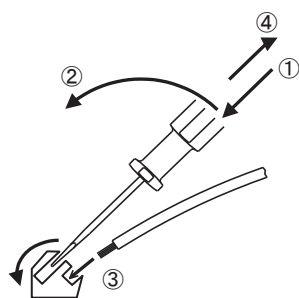
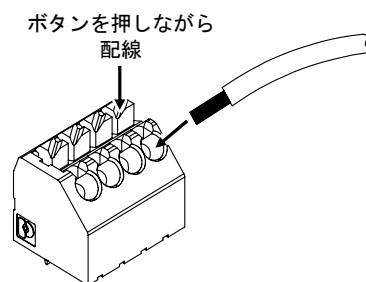

図14
図17
- (4) 端子台（端子番号1～6）からリード線を外します。（図14参照）
- ① 小さな方の角穴にマイナスドライバを差し込みます。
- ② 傾けます。
- ③ リード線を引っ張って、端子台から外します。
- (5) 端子台（端子番号7～10）からリード線を外します。（図17参照）
- ① マイナスドライバでボタンを押し、リード線を引っ張ります。
- ② ボタンを放します。
- (6) ケーブルを引き抜きます。
- (7) 手順(1)で外したカバーを閉じます。